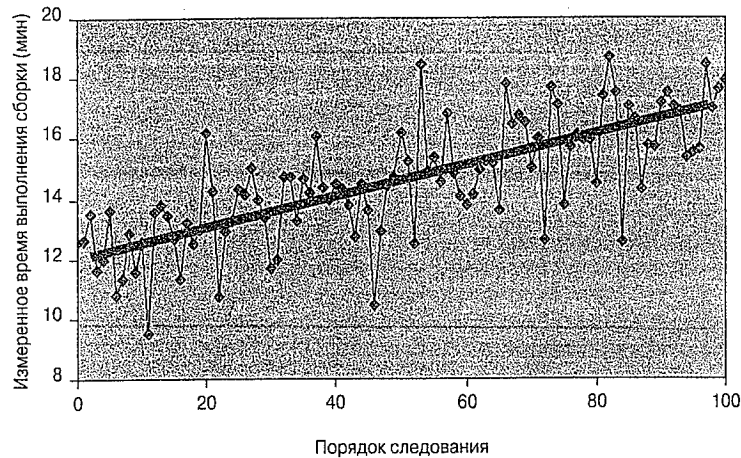

Рис. 5.24. Диаграмма поведения, свидетельствующая о наличии тренда в положении центра вариации во времени
- ✓ **Тренды.** Тренд — это устойчивое, постепенное увеличение или уменьшение во времени центральной тенденции процесса или характеристики. Если все условия системы остаются неизменными, то и уровень процесса или характеристики тоже не меняется и на графике отражается горизонтальной линией. Однако наклонная линия тренда свидетельствует о том, что произошло нечто необычное, повлиявшее на поведение процесса или характеристики. На рис. 5.24 показан пример тренда на диаграмме поведения процесса.